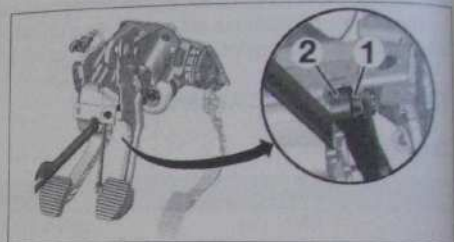

Fig. 5
- pincer les ergots du clip (1) à l'aide d'une clé à Sil de 10 mm (Fig.5),
- écarter la tige (2) du pédalier à l'aide d'une palette plastique.